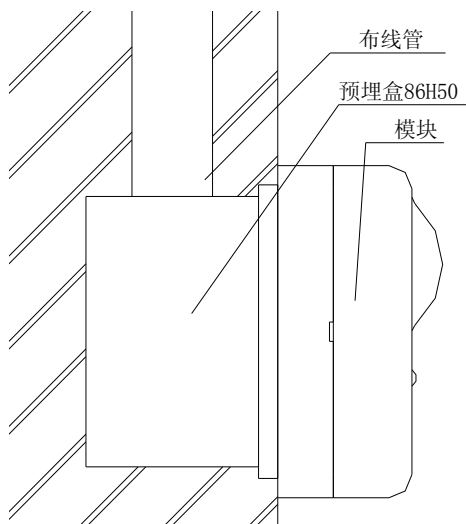
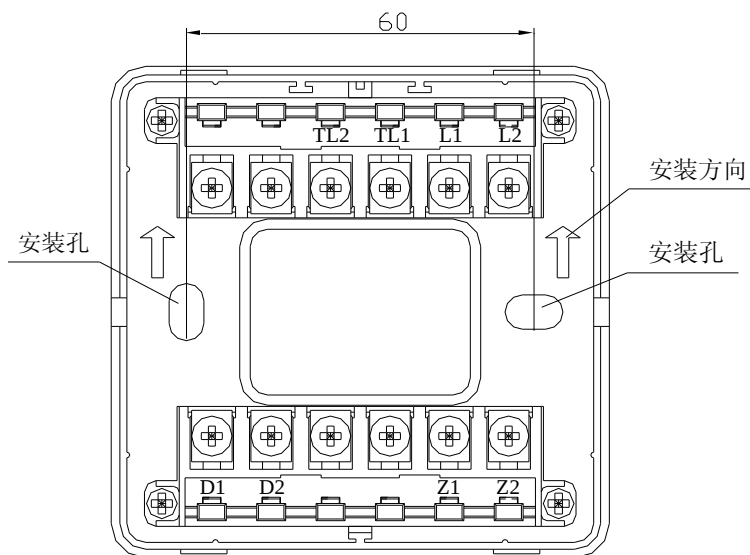

图 2 进线管预埋示意图
图 3 端子示意图
3. 接口采用线管预埋安装，将底盒安装在 86H50 型预埋盒上，安装孔距为 60mm(参见图 3)，安装示意图如图 2 所示。
4. 接口端子示意图如图 3 所示。